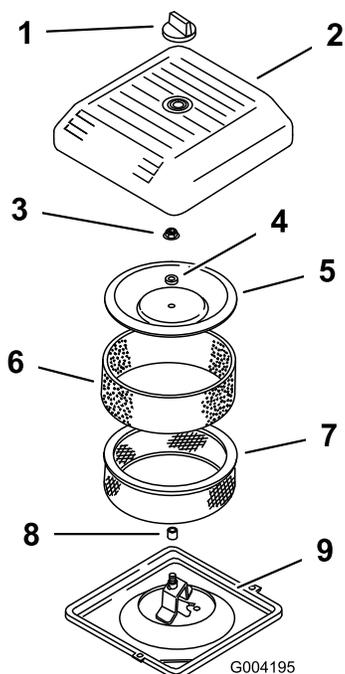

Figura 15
2. Desenrosque el pomo y retire la cubierta del limpiador de aire (Figura 15).
3. Deslice cuidadosamente el pre-filtro de gomaespuma para separarlo del elemento de papel (Figura 15).
4. Desenrosque la tuerca de la tapa y retire la tapa, el espaciador y el filtro de papel (Figura 15).
2. Coloque el conjunto del limpiador de aire sobre su base (Figura 15).
3. Instale la tapa y el espaciador y fíjelos con la tuerca de la tapa (Figura 15). Apriete la tuerca a 95 pulgadas-libra (10,7 Nm).
4. Instale la cubierta del limpiador de aire y fíjela con el pomo (Figura 15).